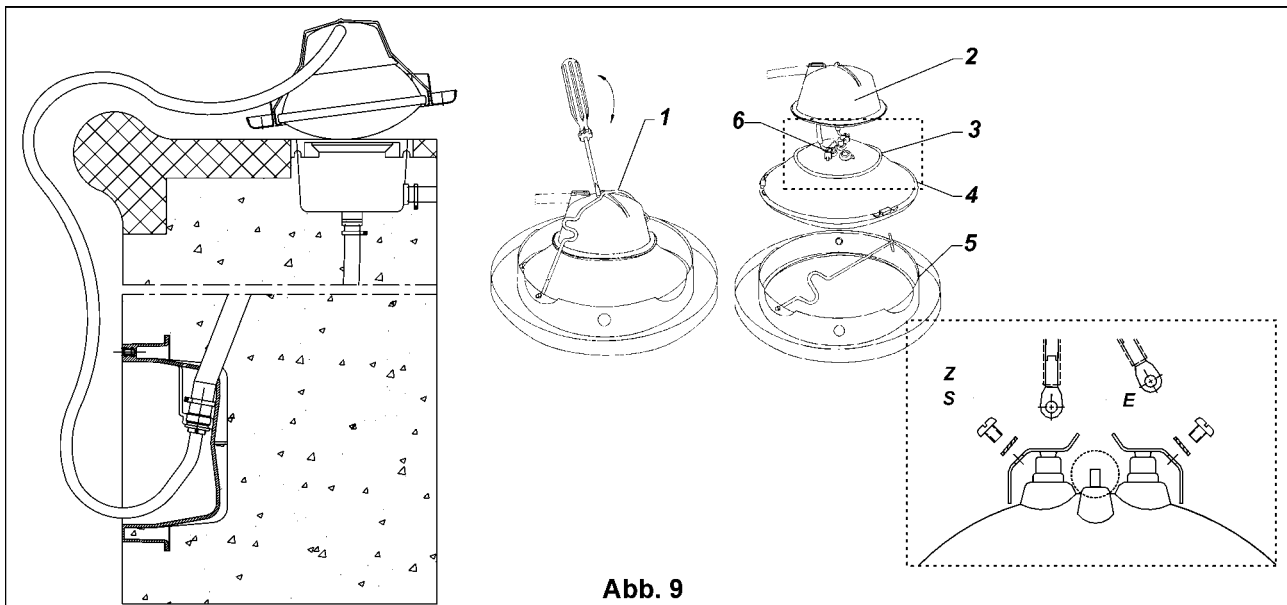

Abb. 9
6. Wartung und Lampenwechsel (Abb. 9)
Um eine neue Lampe einzusetzen, nehmen Sie den Scheinwerfer aus dem Einbautopf heraus und legen ihn auf den Beckenrand. (Abb. 9)